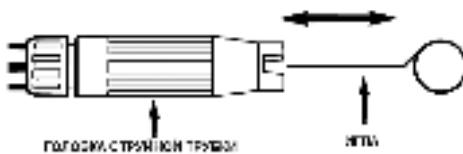

Рис. 15 Чистка форсунки струйной трубы
4. С помощью иглы для чистки форсунки струйной трубы (поставляется в комплекте) прочистите форсунку струйной трубы (Рис. 15).